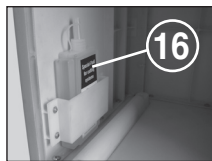

Fig. 6
Estrarre il contenitore di raccolta (14), togliere il contenitore dell'olio (16) (Fig. 6) dal supporto nel vano inferiore e inserire nuovamente il contenitore. Spargere una piccola quantità di olio su un foglio di carta e quindi introdurlo nella taglierina attraverso il vano di alimentazione (12). Attraverso il passaggio della carta l'olio giunge nella taglierina.
- Estrarre il contenitore di raccolta (14) quanto basta per far accendere il LED di controllo  (8).
- Le spie di controllo  (7) e  (4) lampeggiano.
- Tenere premuto il tasto "Indietro" (4) sino allo spegnimento della spia di controllo  (7).